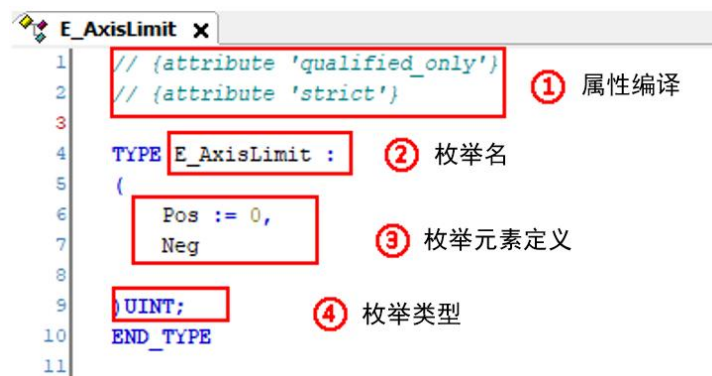

图 3.6 枚举的定义
枚举类型的定义如图 3.6 所示。
注意：默认创建的枚举中会自动插入属性编译，如图 3.6 中的①，注释掉的